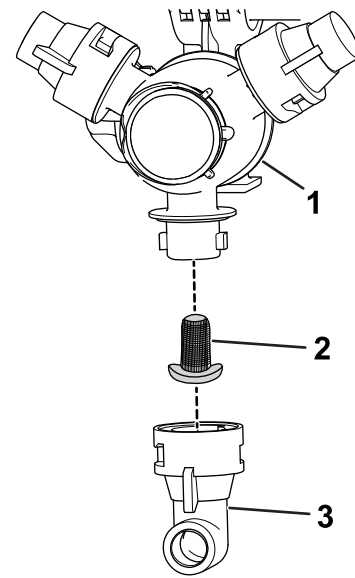

Figura 81
2. Retire la boquilla de la torreta de fumigación (Figura 81).
3. Retire el filtro de la boquilla (Figura 81).
5. Instale el filtro de la boquilla (Figura 81).
6. Instale la boquilla en la torreta de fumigación (Figura 81).